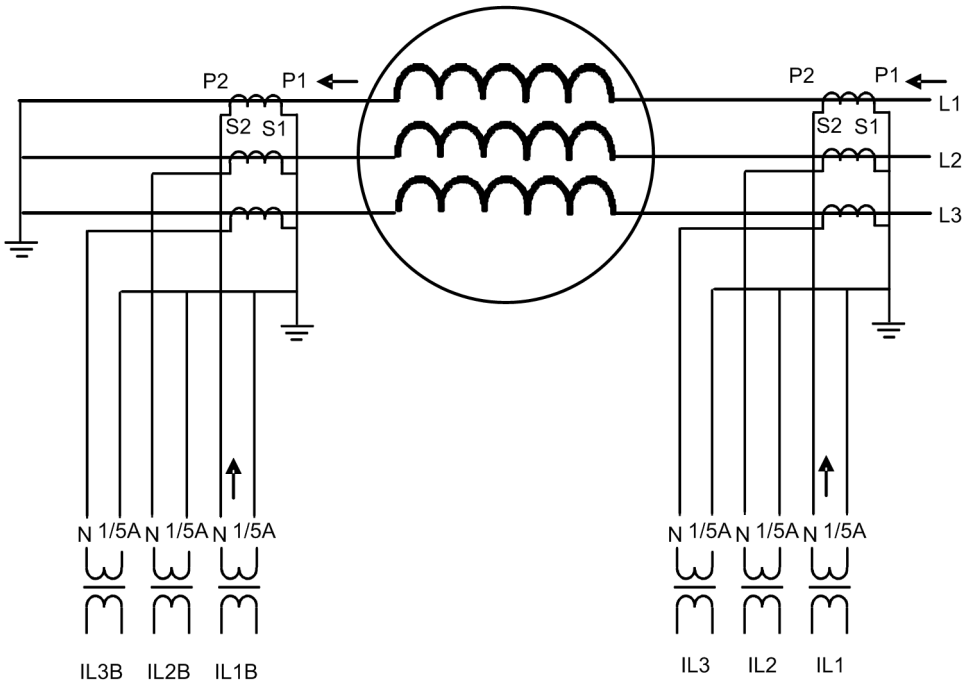
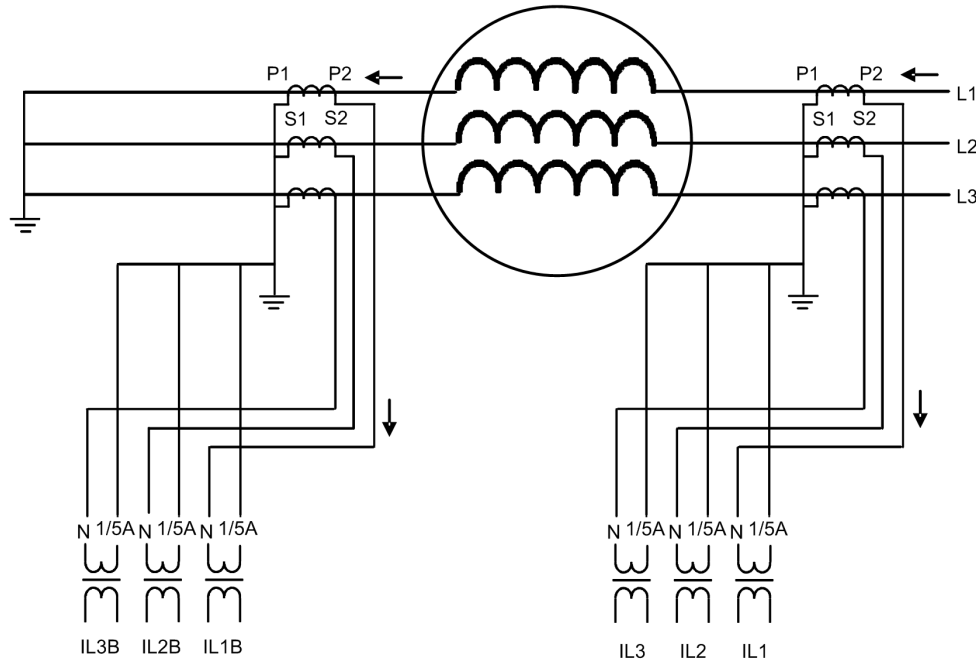

図 252: 例 1、タイプ 2 の電流変圧器の接続
図 253: 例 2、タイプ 2 の電流変圧器の接続
- 巻線 1 と巻線 2 の保護リレー電流の正方向が同じである場合、**CT 接続タイプ**の設定パラメータはタイプ 2 になります。「タイプ 2」の接続例は、図 252 と図 253 のとおりです。